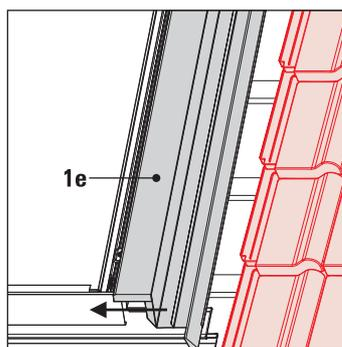

Fig. 3-46 Fase di lavoro 5
5. Inserire la parte laterale destra (1e) nella copertura di protezione visiva e applicare al profilo del collettore. Innestare e posizionare la parte laterale destra (1e) premendo verso il tetto e spingendo contemporaneamente verso il collettore piano (fig. 3-46).